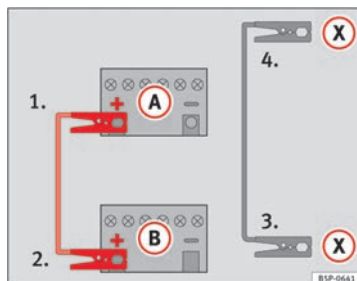

Fig. 189 Esquema de ligação para veículos com sistema Start-Stop.
- **Em veículos com sistema Start-Stop:** Ligar uma extremidade do cabo *preto* de emergência (X) a um terminal de massa adequado, a uma peça de metal maciça que esteja aparafusada ao bloco do motor, ou ao próprio bloco do motor ⇒ Fig. 189.
5. Ligue a outra extremidade do cabo *preto* de emergência (X), no veículo com a bateria descarregada, a uma peça de metal maciça que esteja aparafusada ao bloco do motor ou ao próprio bloco do motor, mas o mais afastado possível da bateria (A).